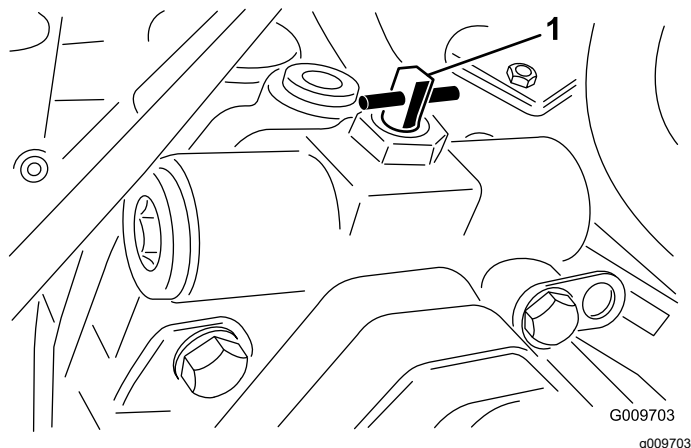

Figure 45
- Ouvrez l'autre vanne de dérivation de la pompe de déplacement en la tournant à 90° (1/4 de tour) dans chaque sens (Figure 45).